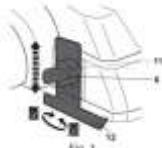

Fig.1
Appuyez sur le bouton de déverrouillage (1) et maintenez-le en enfoncé. Appuyez sur le bouton marche/arrêt (2) pour allumer l'appareil (Fig. 1). Pour éteindre l'appareil, relâchez le bouton marche/arrêt (2) .